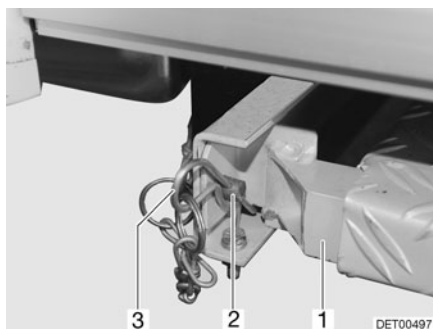

Fig. 6 Aseguramiento de la rampa de acceso
- Quitar el pasador elástico (Fig. 6,3) y el perno (Fig. 6,2) de la rampa de acceso (Fig. 6,1).